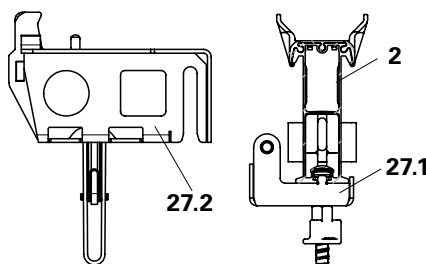

Fig. A10.07
1. Inserir o conector (27.1) com o parafuso na viga principal SLT 225 (vão principal) e apertar à mão. (Fig. A10.07)